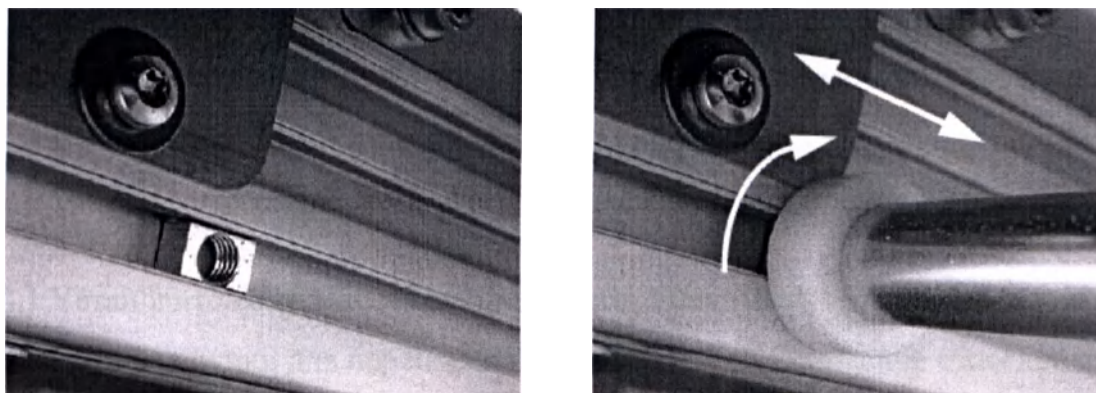
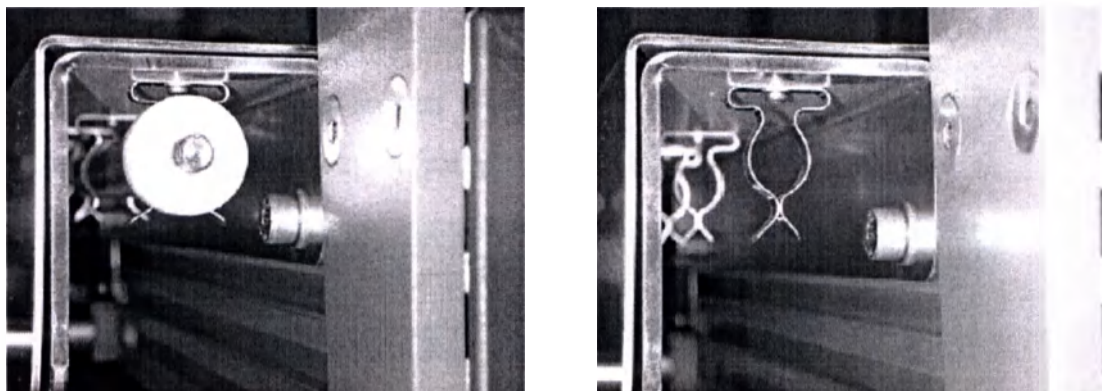

Рисунок 9
Рисунок 10
6.2.5 Передвигать и переносить станину можно только используя специальные ручки. Они устанавливаются на свои места, расположенные в профиле алюминиевой рамы (см. рисунок 9). Для оптимального комфорта при переноске положение ручки можно регулировать. После использования ручки могут быть размещены под основанием (см. рисунок 10: слева – ручка находится в клипсе, справа – ручка снята).